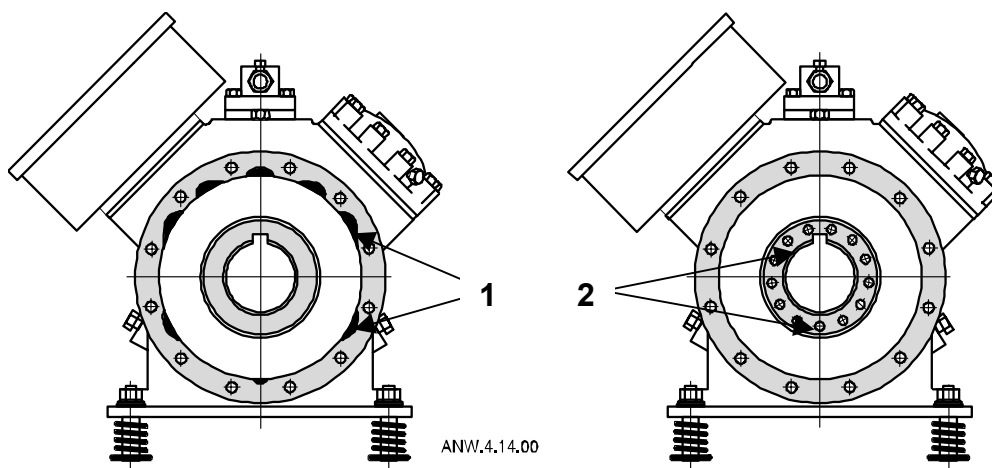

рис.30 Вид компрессора со стороны электродвигателя после снятия камеры всасывания (слева новый корпус с байпасными отверстиями)
Компрессоры D4S и D6S производятся со специальной конструкцией корпуса для байпасирования газа (см. рис. 30). Всасываемый газ проходит через отверстия вокруг статора (1), но не попадая в пазы на роторе (2), как это было ранее. Это позволяет снизить потери и повышает эффективность. У компрессора D8S нет изменений в конструкции.